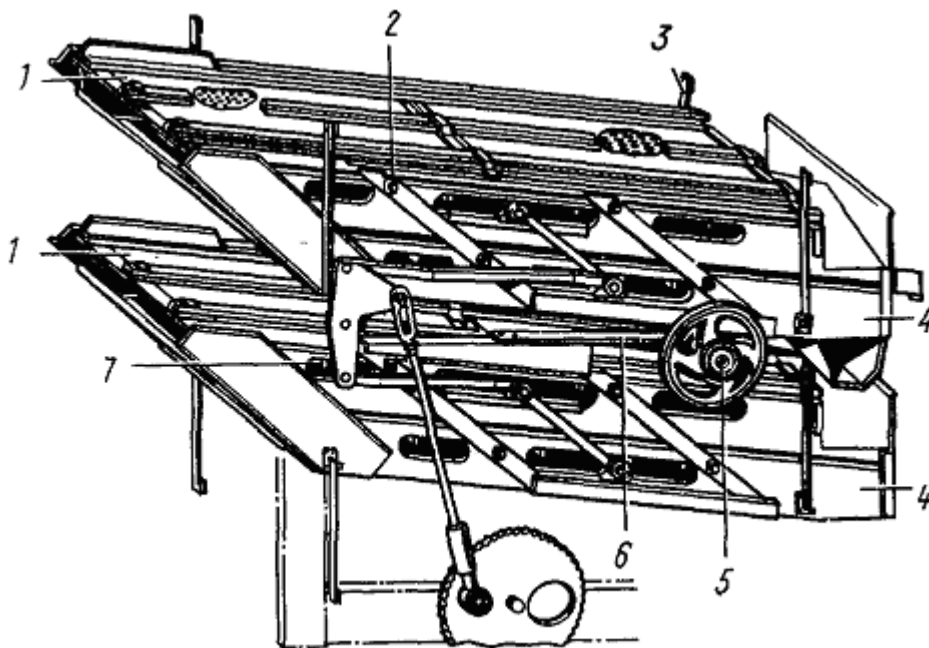

Рис. 5 Станы решетные
4.2. Решетные станы. Машина ОВУ-25 имеет два решетных стана (верхний и нижний), работающих параллельно (рис. 5). Приемная камера делит зерно на две равные части. Одна часть затем проходит очистку на верхнем, другая - на нижнем решетных стенах.